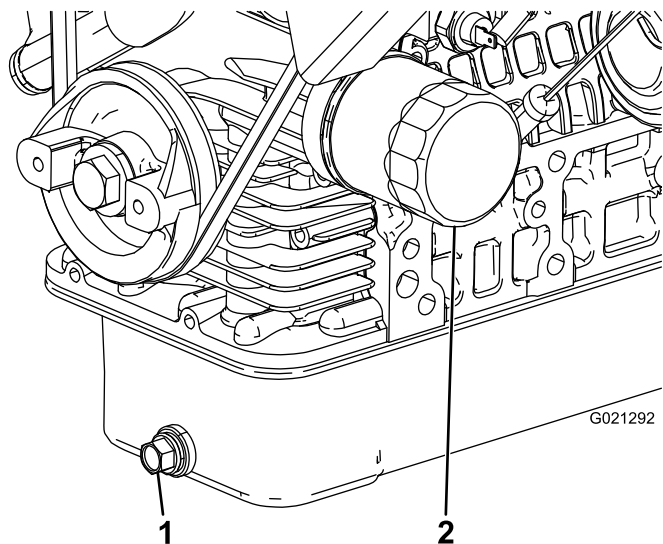

Figura 37
2. Togliere il tappo di spurgo e lasciare defluire l'olio in una bacinella (Figura 37).
4. Togliete il filtro dell'olio (Figura 37).